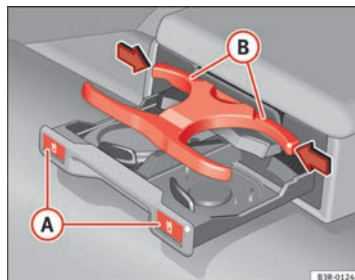

Fig. 130 Portabebidas en el reposabrazos trasero
- Pulse sobre el símbolo (A) ⇒ fig. 130.